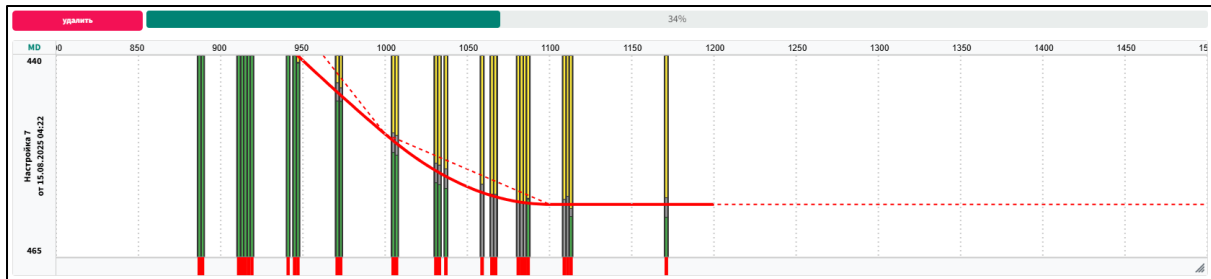

Рис. 9
7. Ожидайте завершения расчёта, либо создайте новую настройку для запуска еще одного варианта. Прогресс процесса в % отображается над графиком с результатами расчёта (рис.9).